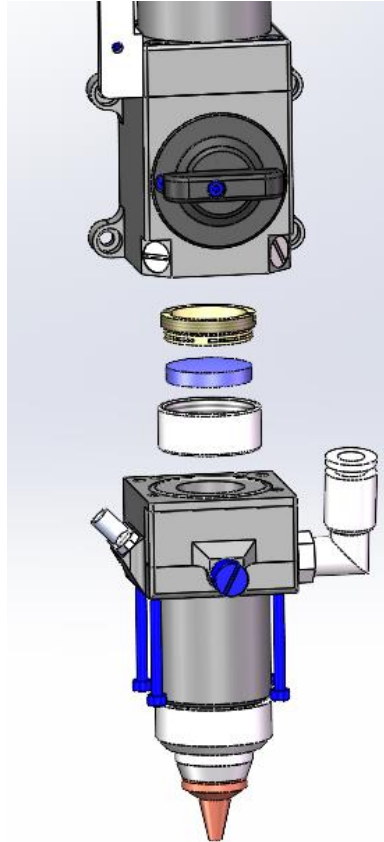

图 14 A50M-F50-F100
- (1) 拆下激光头，移至洁净场所，清理干净激光头表面所有灰尘；
- (2) 用2.5mm 的内六角扳手拧开聚焦组件的锁紧螺钉（如图14所示），与准直组件连接的部分用美纹纸封好，防止灰尘掉入；
- (3) 用拆镜工具取下弹簧压圈和聚焦镜；
- (4) 清洁或更换聚焦镜片；